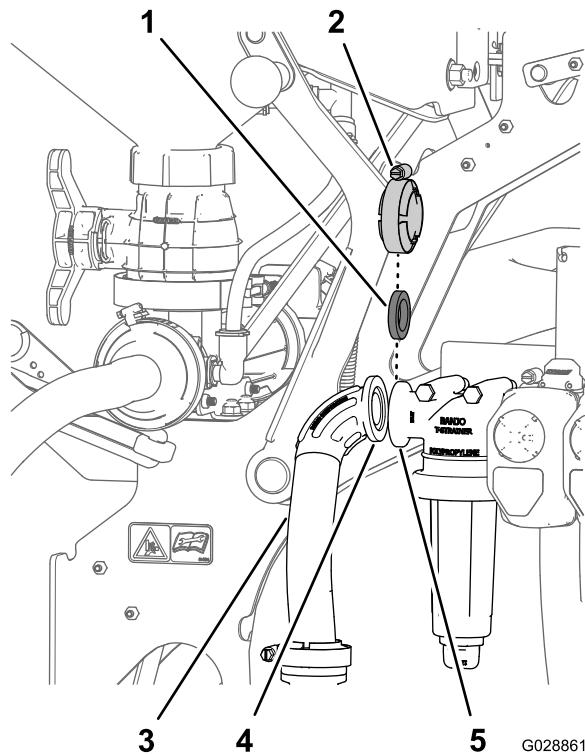

Figure 28
- Alignez la bride du raccord à 90° du flexible d'entrée et la bride de la tête du filtre sous pression (Figure 28).
- Fixez le flexible d'entrée à la tête du filtre sous pression avec le joint et le collier à bride (Figure 28) que vous avez retirés à l'opération 1 de Préparation au montage de la vanne de mélange (page 11).